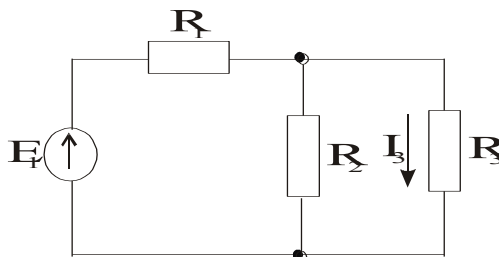
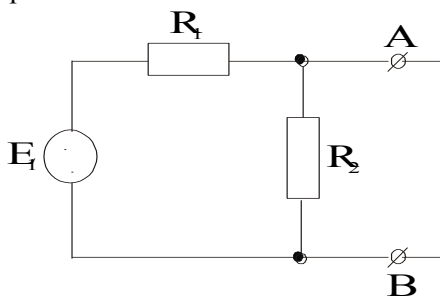
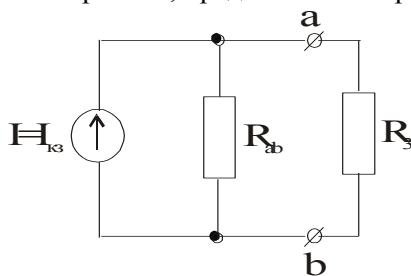

Рис. 15. Схема электрической цепи
Рис. 18. Преобразованная схема электрической цепи
Рис. 19. Схема электрической цепи, преобразованная по теореме об эквивалентном источнике тока
**Пример.** Задана электрическая схема (рис. 15), в которой:
Для рассмотренного примера (рис. 15) мысленно удалим  $R_3$  и воспользуемся теоремой об эквивалентном источнике тока (рис. 18).
Схема, эквивалентная рис. 15, представлена на рис. 19.
Из рис. 19 определим ток  $I_3$  :